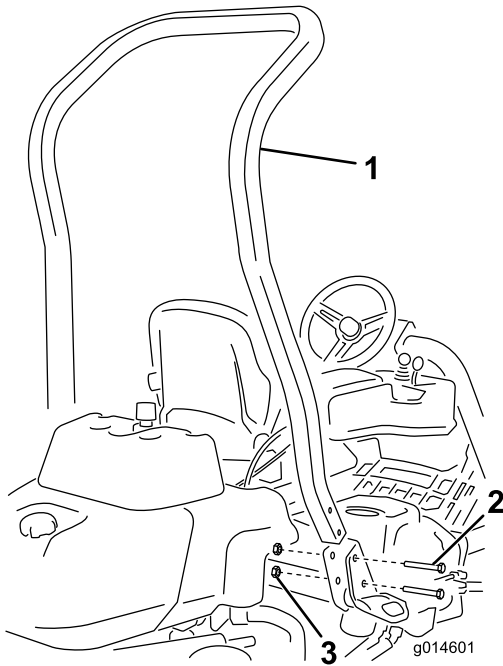

图3
3. 使用 4 个螺栓 (1/2 x 3/4 英寸) 和 4 个凸缘螺母 (1/2 英寸) 将翻车保护杆安装到机器两侧的卡槽中 (图3)。